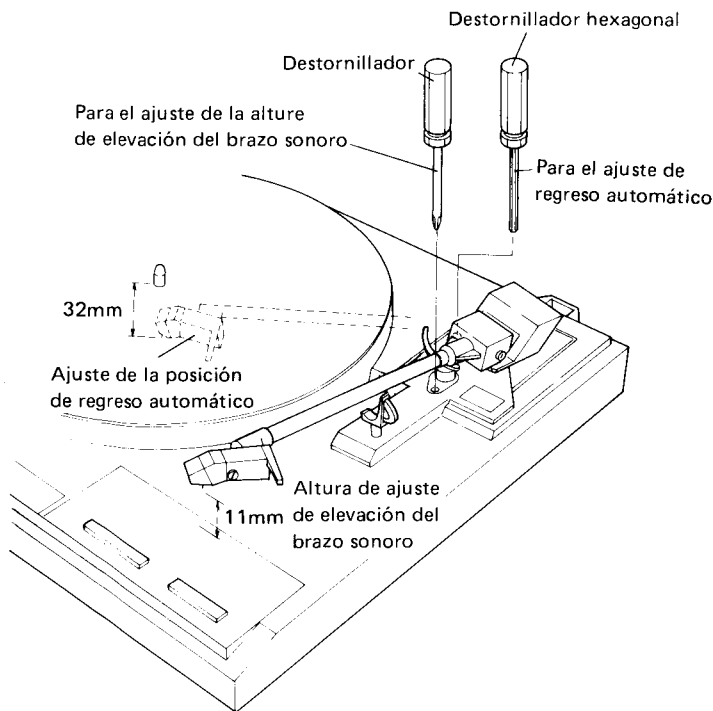

Fig. 10-1 Ajustes de la altura de elevación del brazo sonoro y de regreso automático
5. Interrumpir la rotación del tornillo de ajuste al punto en el cual hay un intervalo de 32 mm entre la aguja de cartucho y el eje central. (Fig. 10-1)